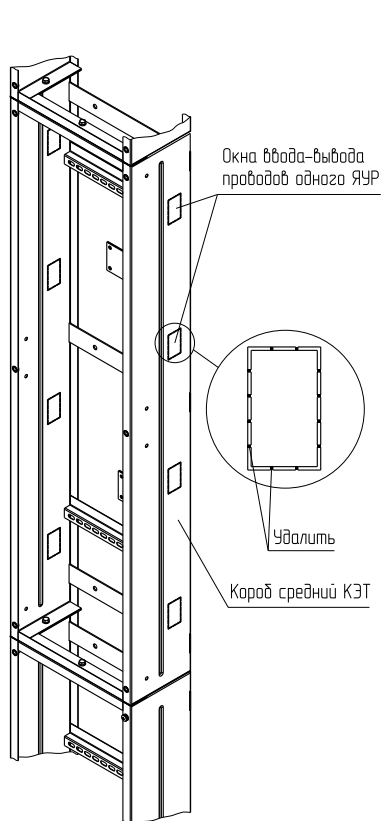

Рисунок 15
4.3.7 На Коробе электротехническом КЭТ (1), со стороны, где будет установлен ЯУР/ЯУ, удалить надфилем металлические заглушки окон или одного окна, если ввод и вывод проводов будет производиться через одно окно (рисунок 15).